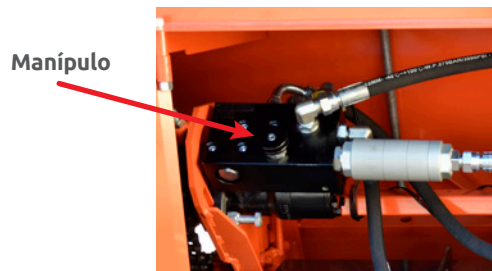

fig. 04
- Junto ao motor hidráulico que aciona a esteira direita do equipamento (Fig. 04), encontra-se um manípulo recartilhado sobre o bloco de alumínio que faz a regulagem da velocidade das duas esteiras simultaneamente;